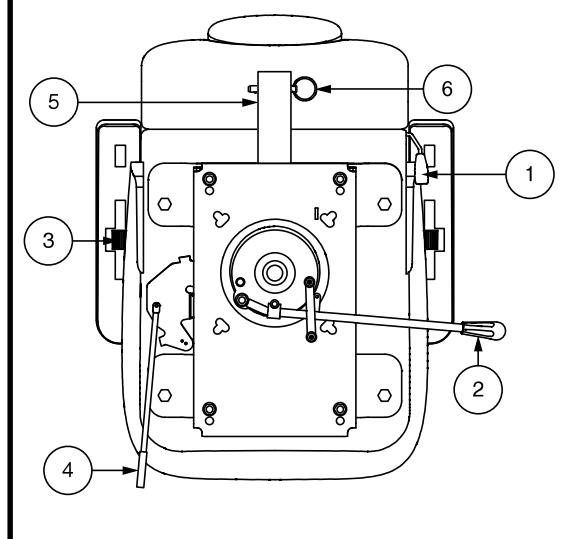

Figura 14. Regolazioni del sedile
Se lo scooter è dotato di uno schienale reclinabile, per regolare il sedile reclinabile dello scooter, osservare questi passaggi. Vedere figura 14.
1. Tirare verso l'esterno la leva di scorrimento del sedile. **Vedere figura 14.**
L'inclinazione del bracciolo dello scooter è regolabile verso il basso o verso l'alto ruotando l'apposito selettore. **Vedere figura 14.**
1. Tirare verso l'esterno la leva scorrimento sedile (ubicata sul lato inferiore sinistro del sedile). **Vedere figura 14.**
La staffa accessoria montata posteriormente consente di collegare un accessorio personale, come un cestino, un portadeambulatore, o una bombola di ossigeno alla parte posteriore dello scooter. Utilizzare il perno di fermo per fissare in modo sicuro l'oggetto alla staffa accessoria. **Vedere figura 14.** Per dettagli rivolgersi al fornitore autorizzato.